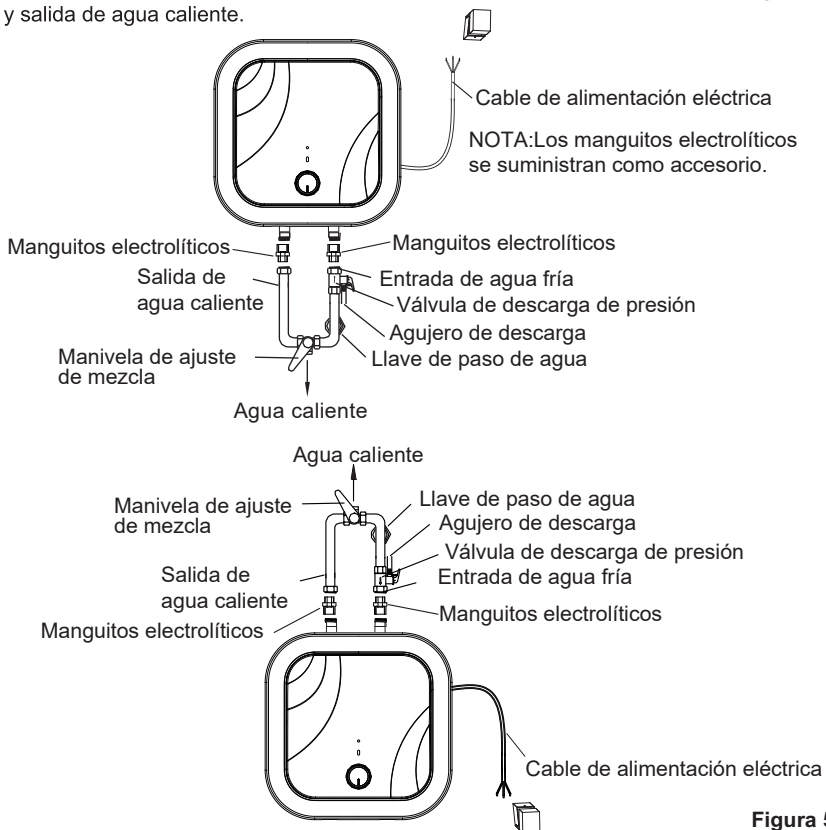

Figura 5
- ⑤ Si el baño es muy pequeño, el aparato puede ser colocado en otro lugar donde no se encuentre expuesto a la luz solar directa y/o a la lluvia. Tenga en cuenta que para reducir la pérdida de calor a través de los tubos y mangueras, el termo debe instalarse lo más cerca posible de donde se vaya a utilizar el agua caliente.
- ① La dimensión de cada manguera es de G1/2"; para medir la presión (tanto de entrada y de salida) se debe utilizar la unidad bar, respetando los valores requeridos.
- ② La conexión de la válvula de descarga de presión del termo debe realizarse en la entrada de agua fría.
- ③ Para evitar pérdidas al conectar las mangueras, coloque las juntas y anillos de goma en cada uno de los extremos roscados. Ignorar esto ocasionará fugas de agua y filtraciones (ver Figura 5).